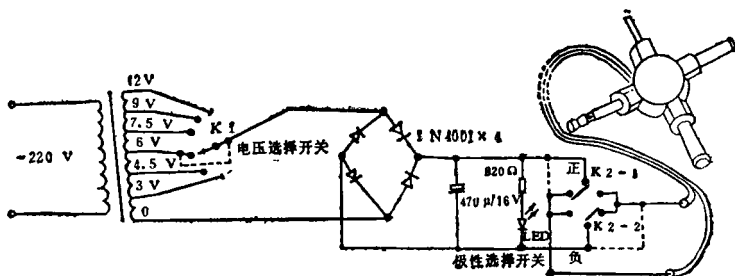

图 7-2
实际上，这类电源也只经常使用一种输出电压，因此电压选择钮损坏后，可根据用电设备的电压值（如 6 V，见图 7-2 左端）来选择整流电源的有关电压抽头，直接与整流二极管接通，使电源输出与用电设备的直流电压一致。
(2) 极性选择钮损坏的应急修理：某些用户往往出于好奇，乱调电源的极性选择钮（乱调极性选择钮，要比乱调电压更危险），造成与电压选择钮类似故障。既然是类似病症，所以可使用处理电压钮的方法来处理。即根据自己实际需要极性（即输出十字插头上的极性），参考图 7-2 右端图示，用导线（或直接用锡搭焊）将虚线有关各点连结起来即可。
(3) 变压器损坏的处理方法：这类电源所用变压器，